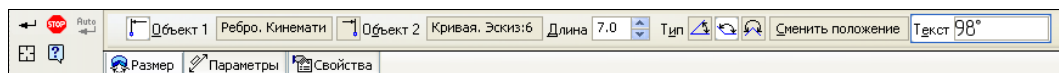

Рис. 29.6. Панель свойств: Угловой размер в режиме Деталь на вкладке **Размер**
- ♦ подведите курсор к первому ребру до появления знака ребра и щелкните ЛК мыши. На вкладке **Размер** (рис. 29.6) в поле **Объект 1** появилась надпись **Ребро. Кинематическая операция**;